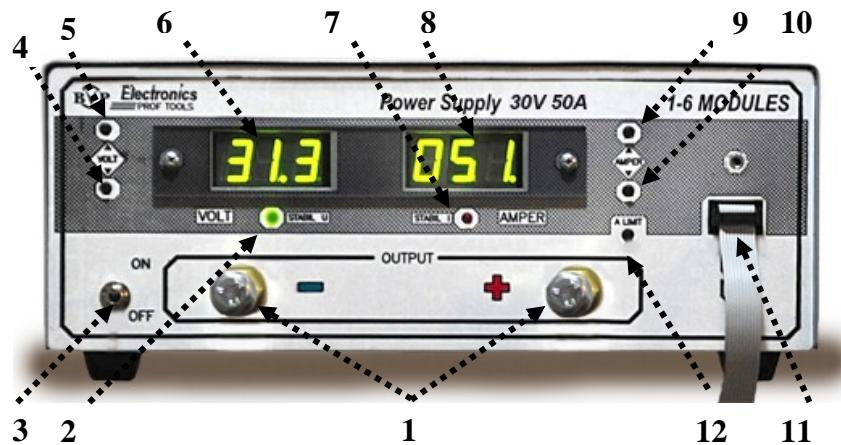

Рис. 2. Расположение органов управления на передней панели головного модуля источника питания
На передней панели головного модуля источника питания размещены оперативные органы управления выходными параметрами, цифровые индикаторы встроенных измерительных приборов вольтметра и амперметра, световые индикаторы режимов работы, разъем сигнального шлейфа и выходные клеммы. На рис. 2 показан внешний вид передней панели головного модуля и расположение на ней всех органов управления и индикации.
модулей. При этом с небольшой задержкой загорятся цифровые индикаторы головного модуля, световые индикаторы **3** (на рис. 2) на управляемом модуле и заработают продувочные вентиляторы. Если хранение и транспортирование источника проводились в условиях, отличающихся от рабочих, то перед включением необходимо выдержать его в рабочих условиях не менее 1-го часа.
- режим стабилизации напряжения "Stabil U" – зеленый цвет индикатора **2** (рис.2);
Управление источником питания с передней панели головного модуля будет осуществляться при помощи оперативных органов управления (кнопками **4-5**, **9**, **10**, **12** (рис.2), оперативным выключателем **3**). При этом, компьютерный шнур RS-232 не должен быть подключен к головному модулю.
- 8.1.1 Включите источник питания без нагрузки (переместив тумблер **3** (рис.2) в положение "ON").